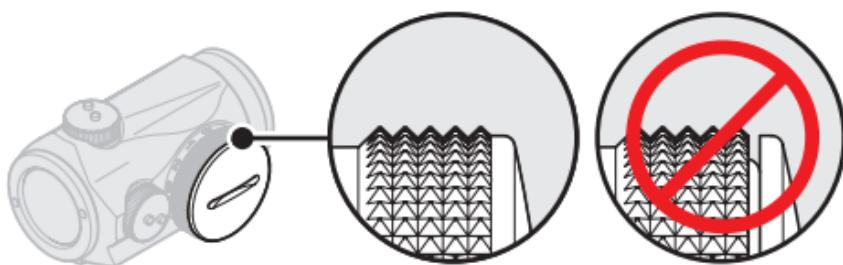

Fig. 5 Batterihuset med batterilock
Rengör kontaktytorna i batterihuset och kontrollera att batteriet är fungerande och korrekt installerat enligt 2.1.1.Verifiera att det **inte** finns något glapp mellan Batterilock (6) och batterihus. Se Fig. 5. Om Vridomkopplaren (8) är defekt, kontakta vapenhandlaren eller leverantören.